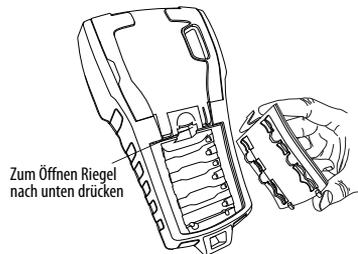

Abbildung 3
1. Drücken Sie den Riegel an der Rückseite des Druckers nach unten, um den Deckel des Batteriefachs abzunehmen. Siehe Abbildung 3.
Siehe Abbildung 3.